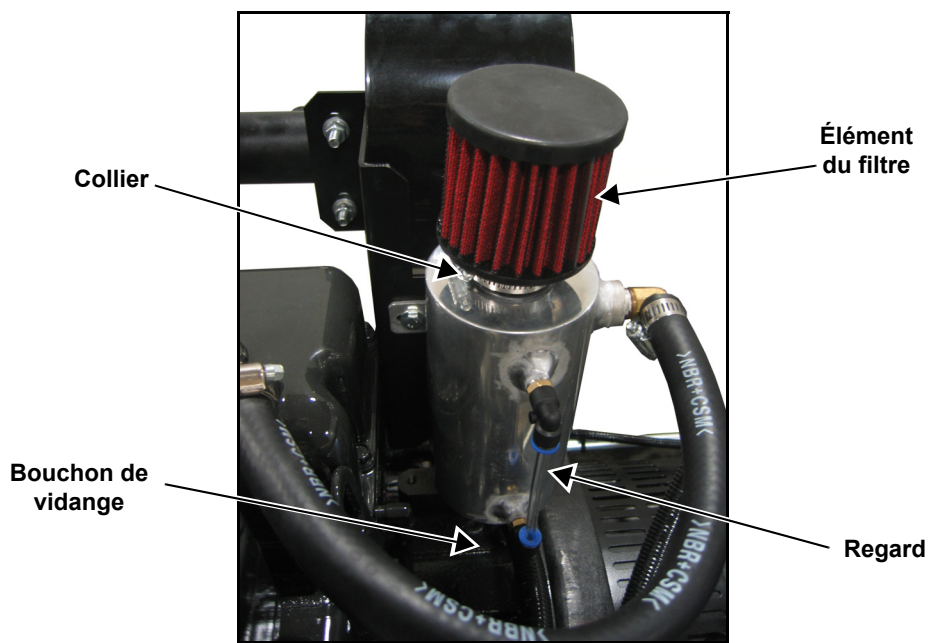

Figure 5-15. Vidange de l'absorbeur du reniflard et remplacement du filtre
1. Observez le regard latéral pour obtenir le niveau d'eau dans l'absorbeur. Voir Figure 5-15.